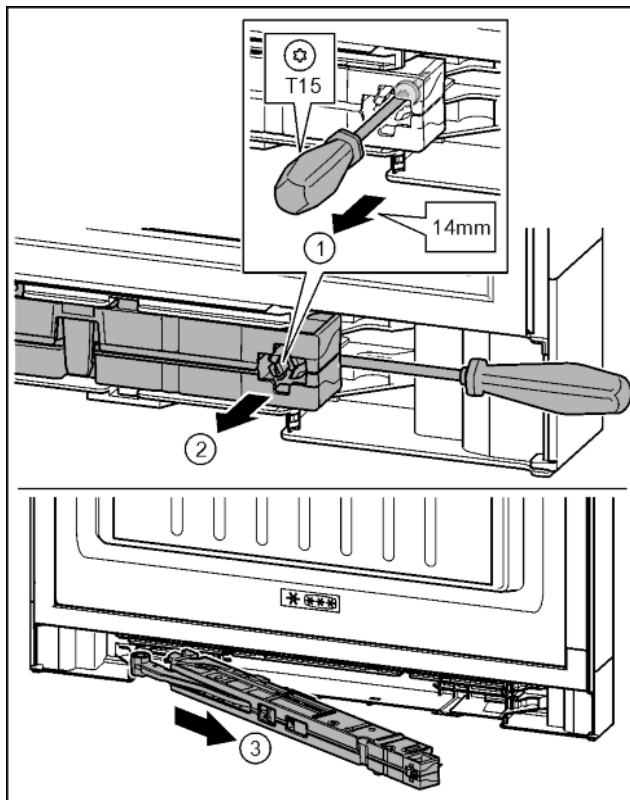

Fig. 17
- Przy pomocy śrubokręta T15 odkręcić śrubę na amortyzatorze zamykania drzwi ok. 14 mm. Fig. 17 (1)
- Od strony uchwyty, za amortyzator zamykania drzwi wsunąć śrubokręt. Amortyzator obrócić w przód. Fig. 17 (2)
- Wyjąć amortyzator. Fig. 17 (3)